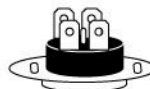

Рис. 11.1
- для горизонтальных водонагревателей серии FS2/FS6: нажать до щелчка кнопку, расположенную по центру термовыключателя, который находится рядом с ТЭНом (имеет круглую форму), рис.11.1;